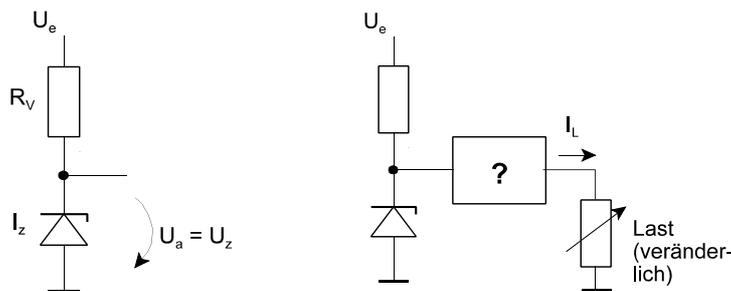

Abb. 5
10. Abb. 5 zeigt die Grundschiung der Spannungsstabilisierung mit einer Zenerdiode. Die Ausgangsspannung bleibt aber nur dann wirklich konstant, wenn man keine Last anschließt. Wie kann man eine konstante Ausgangsspannung = Zenerspannung auch dann bereitstellen, wenn eine Last angeschlossen ist? Skizzieren Sie eine Billiglösung, die mit einem Transistor auskommt.